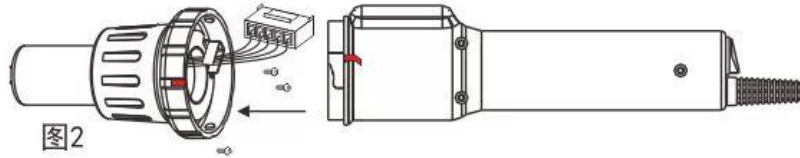
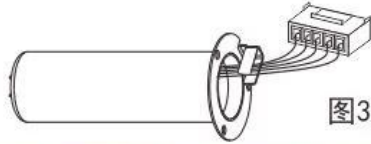

图2
图3
- b. 取下与手柄相连的5P排插(如图2), 再把固定发热元件套管的3颗螺丝取下, 最后取下发热元件套管与发热元件(如图3).